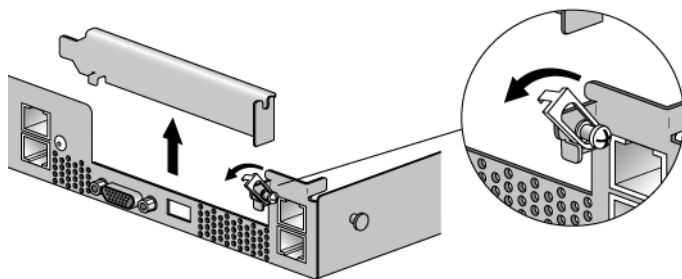

图 3-5 PCI 卡插槽盖
3. 取出 PCI 卡插槽盖（请参见图 3-5）。
7. 向上转动卡锁存器，然后将其向下滑动，直到它固定住 PCI 卡的支架。拧紧螺钉以固定锁存器（请参见图 3-5）。